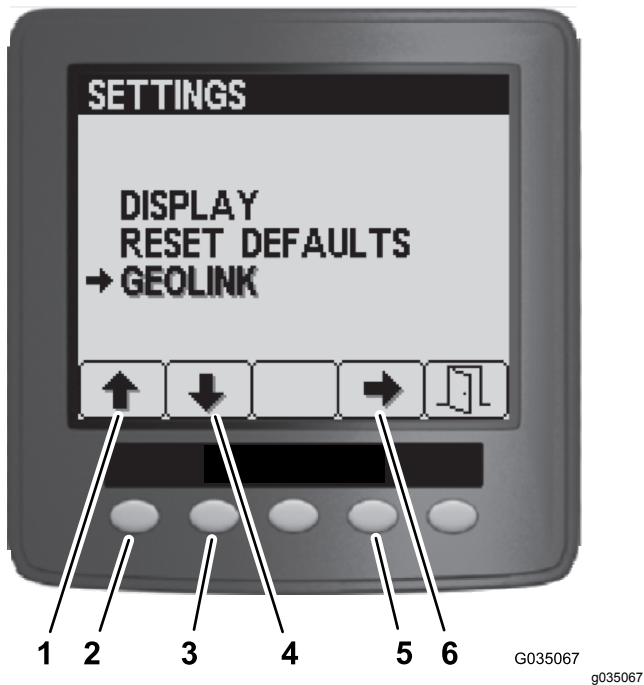

Figure 151
4. Dans le menu Réglages, appuyez sur le bouton 1 ou 2 pour sélectionner l'option GeoLink, puis appuyez sur le bouton 4 pour naviguer jusqu'au menu GeoLink (Figure 151).